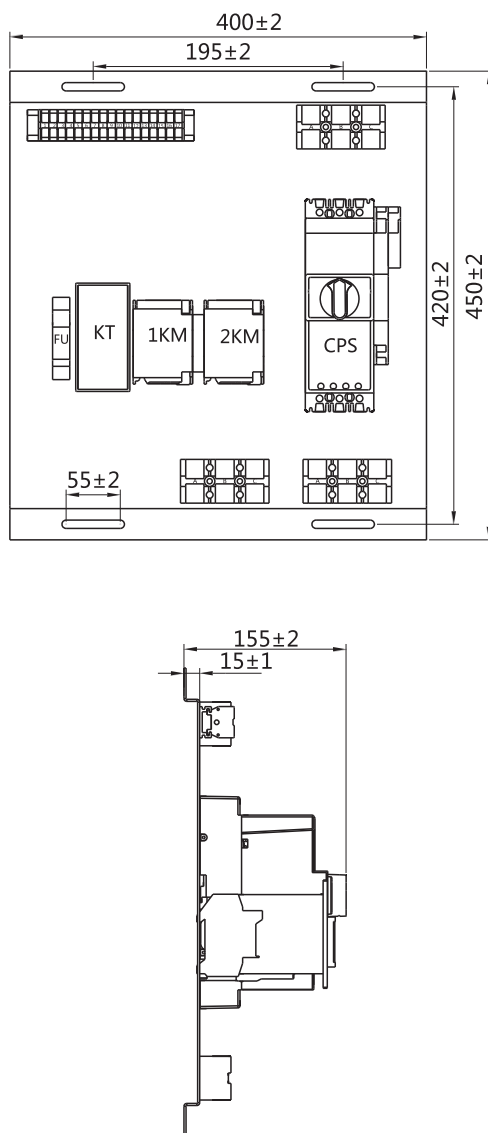

图2：C框架CPSJ系列双速控制器成套单元外形及安装尺寸
5.2 D框架CPSJ系列双速控制器成套单元外形及安装尺寸见图2